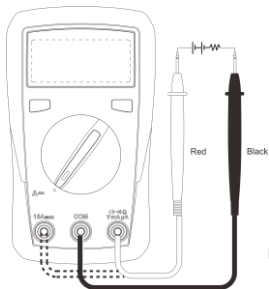

Bild 3
6. DC-mätning (se bild 3)
7. AC-mätning (endast för UT131A, se bild 3)
Se avsnitt 6 "DC-mätning (se bild 3) "